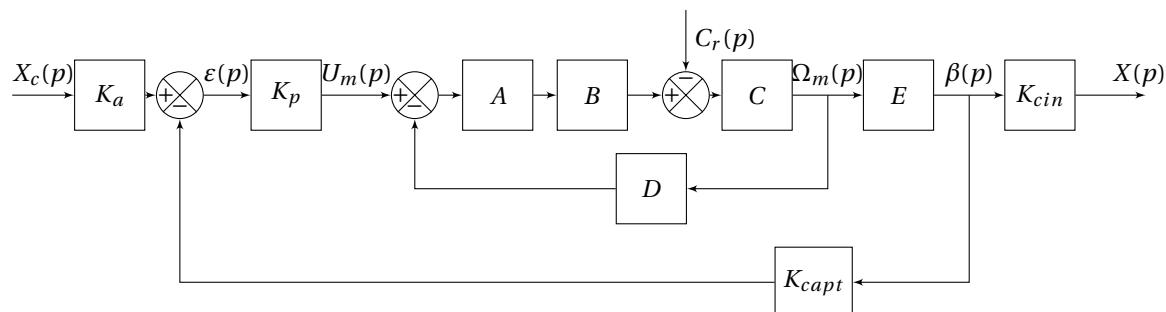

FIGURE 4 – Structure de l'asservissement en position du groupe de propulsion
On souhaite asservir en position le vélo selon sa propulsion. On donne la structure de l'asservissement sur la figure 4.
**Q 14 :** Montrer que l'on peut modifier le schéma bloc de la figure 4 pour obtenir la structure ci-dessous.